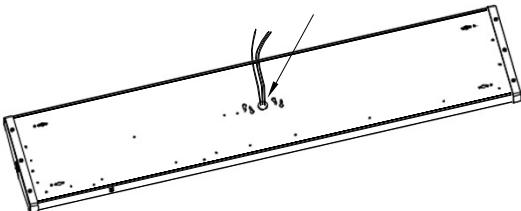

Figure 10
6. Punch through the center knockout and pull the black white and green wires through. **See Figure 10.**
*6. Enfoncez la débouchure centrale et tirez sur les fils noir, blanc et vert pour les faire passer à travers l'orifice. Reportez-vous à la Figure 10.*